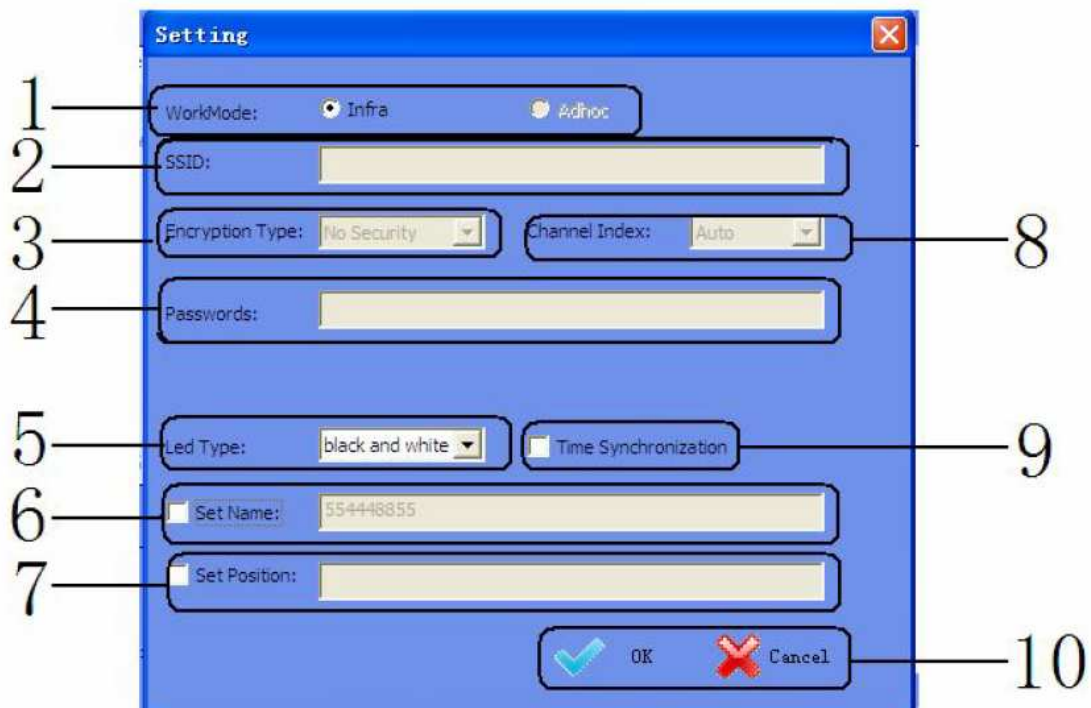

Figura 3.3
2.3 Descripción de parámetros en la página de configuración (Figura 3.3)